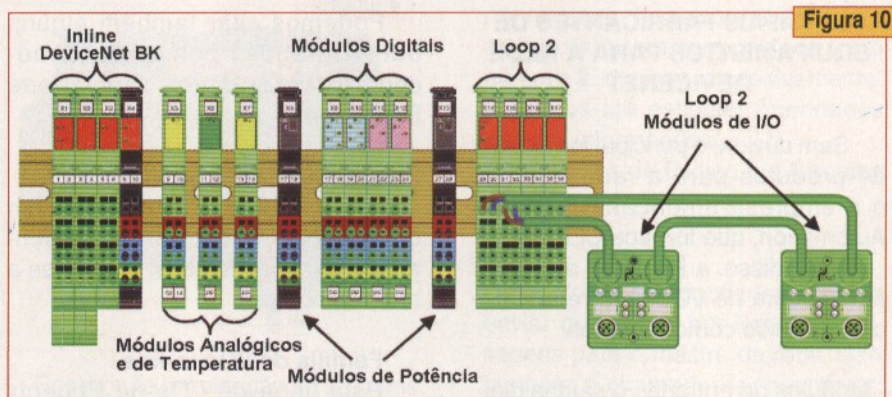

Figura 10
- Entre muitos outros. Acompanhe na **figura 10**.